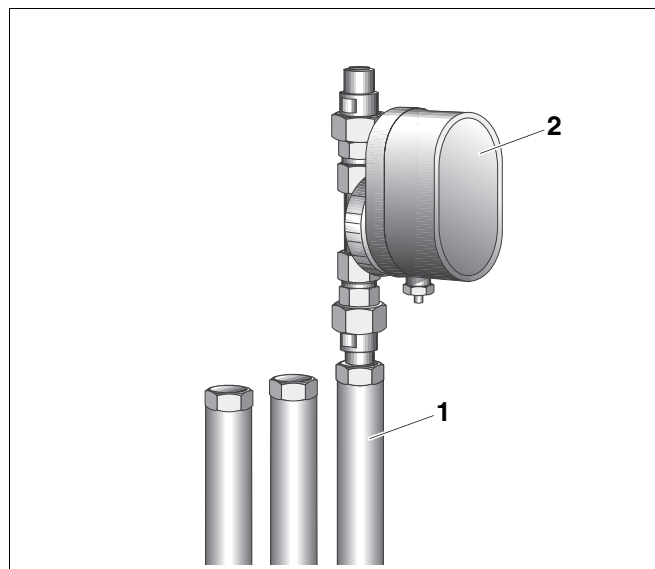

Abb. 30 Zirkulationspumpe montieren
- Zirkulationspumpe (Abb. 30, **Pos. 2**) mit Reduzierstück G $\frac{3}{4}$ x Rp $\frac{1}{2}$ und Dichtung an das Zirkulationsrohr (Abb. 30, **Pos. 1**) schrauben. Auf Dichtung und Fließrichtung achten!